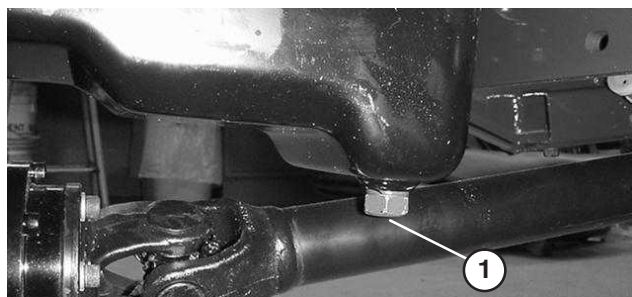

Bild 46
- Öffnen Sie die Haube. Stellen Sie die Auffangwanne unter die Ölwanne und richten Sie sie auf die Ablassschraube aus (Bild 46).